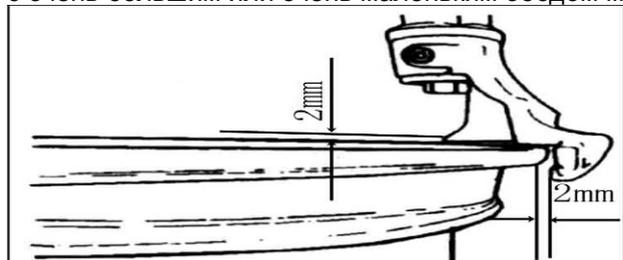

Рис. 19
4.1.3 Установите шестиугольный вал (Рис. 2-3) в рабочее положение, чтобы пододвинуть инструмент для демонтажа к ободу колеса. Используйте маховичок ручной подачи (Рис. 7-2), чтобы подтолкнуть качающийся рычаг, затем используйте стопорную рукоятку (Рис. 2-12) для блокировки. Инструмент для демонтажа автоматически немного сдвинет зазор (Рис. 19).